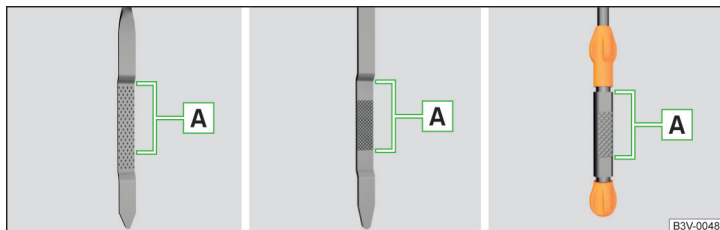

Abb. 317 Ölmesstabvarianten
Der Ölstand muss im Bereich **A** liegen » Abb. 317. Liegt der Ölstand unterhalb des Bereichs **A**, das Öl nachfüllen.
- Der Ölstand darf keinesfalls außerhalb des Bereichs **A** liegen » Abb. 317 - anderenfalls besteht die Gefahr der Beschädigung des Motors sowie der Abgasanlage.